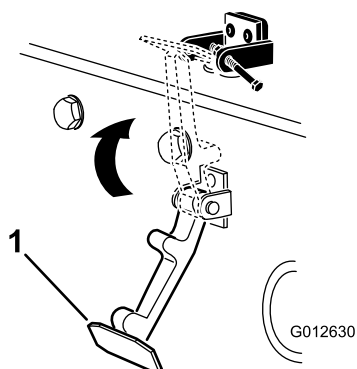

**Figura 7**
8. Instale o parafuso no outro braço do suporte do trinco do capot para prender o trinco na posição (Figura 7). Aperte o parafuso firmemente, mas não aperte a porca.